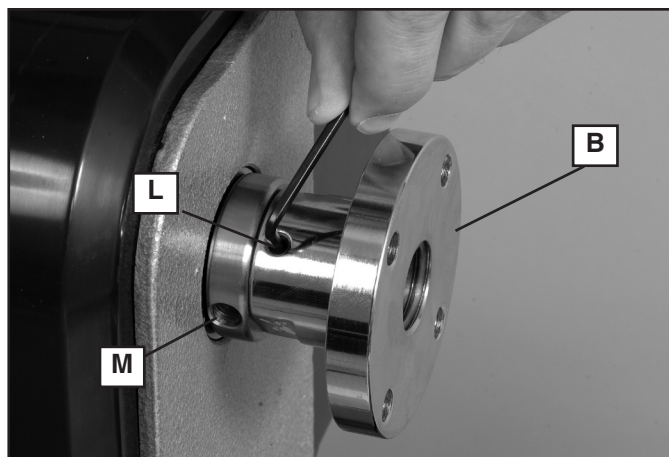
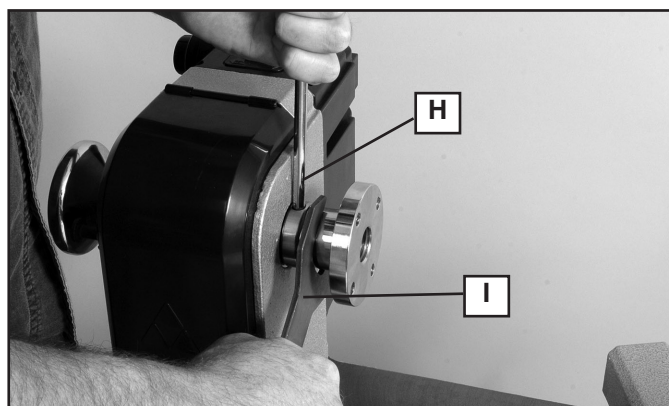
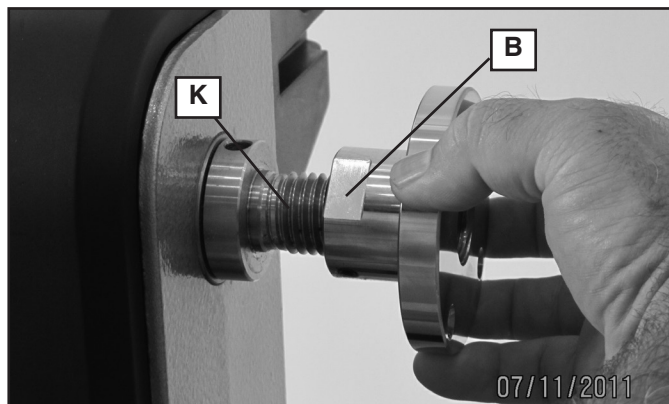

Fig. 2
Fig. 3
Fig. 4
- Lors de l'utilisation de la plaque de montage de 76 mm (3 po) comprise (B), fig. 2, ne pas fixer de pièces de plus de 152 mm (6 po) de diamètre, et de 152 mm (6 po) de longueur. Pour le montage de pièces plus importantes, s'assurer d'utiliser la plaque de montage de la taille appropriée.
⚠ AVERTISSEMENT : Pour réduire le risque de blessures, lors de l'utilisation de la plaque de montage de 76 mm (3 po) comprise (B), fig. 2, ne pas fixer de pièces de plus de 152 mm (6 po) de diamètre, et de 152 mm (6 po) de longueur. Pour le montage de pièces plus importantes, s'assurer d'utiliser la plaque de montage de la taille appropriée.
Utiliser la clé hexagonale de 3 mm fournie pour dévisser la vis de calage (L), en tournant au moins deux tours complets, puis retirer la plaque de montage. Insérer la barre d'éjection (H), fig. 3, dans le trou (M), fig. 2, puis la clé de la plaque de montage (I), fig. 3, sur les méplats de celle-ci (comme montré à la fig. 3). Tourner la clé pour desserrer la plaque. Par la suite, il est possible de dévisser la plaque de montage (B), fig. 2.
⚠ AVERTISSEMENT : UNIQUEMENT POUR LE TOUR, MODÈLE 46-460 MIDI-LATHE, DE DELTA : Pour réduire le risque de blessures, lors de l'utilisation du tour en marche arrière, s'assurer de visser solidement la vis de calage (L), fig. 2, lors du remplacement de la plaque de montage.
Pour fixer de nouveau la plaque de montage (B), fig. 4, la visser sur l'extrémité de l'arbre (K), puis serrer solidement avec la barre d'éjection et la clé comme l'illustre la figure 3. Remettre en position la vis de calage (L), fig. 2, si elle a été retirée. Serrer solidement la vis de calage.